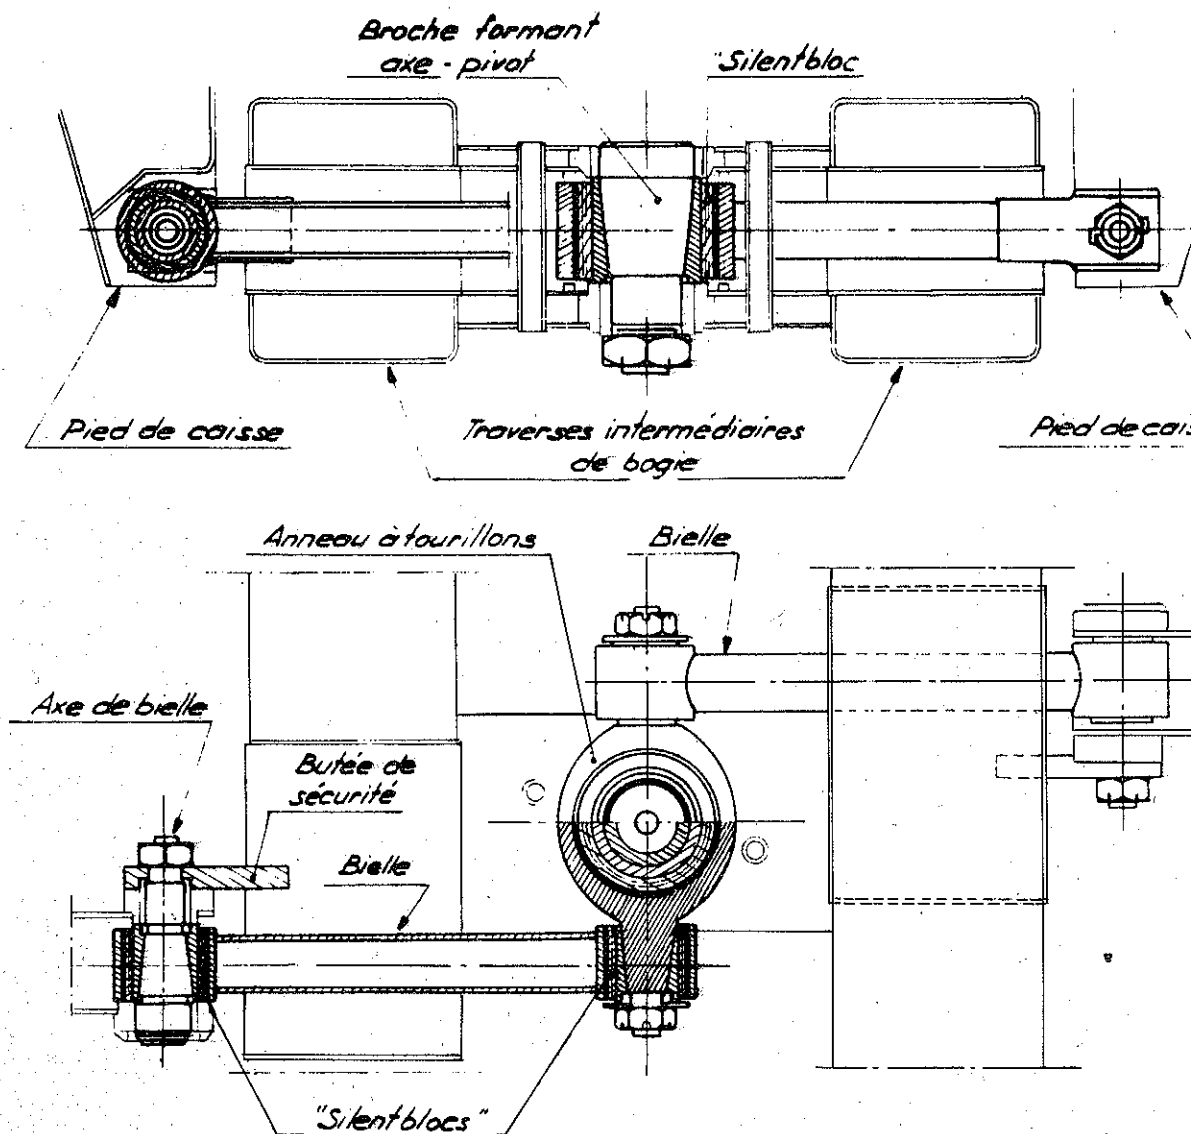

Figure 20. Montage des palonniers de liaison caisse-bogie des autorails "SC"
- Figure 20 - Montage du palonnier de liaison caisse - bogie des autorails "SC" (et RHP).